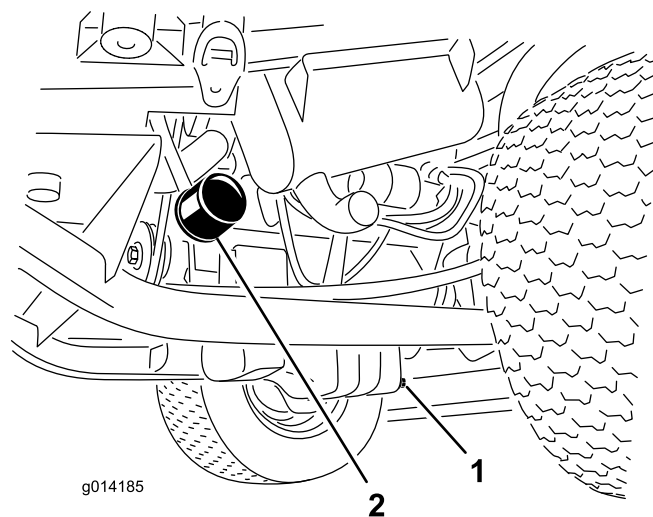

Figura 34
1. Togliete il tappo di spurgo (Figura 34) e lasciate defluire l'olio in una bacinella.
3. Togliete il filtro dell'olio (Figura 34).